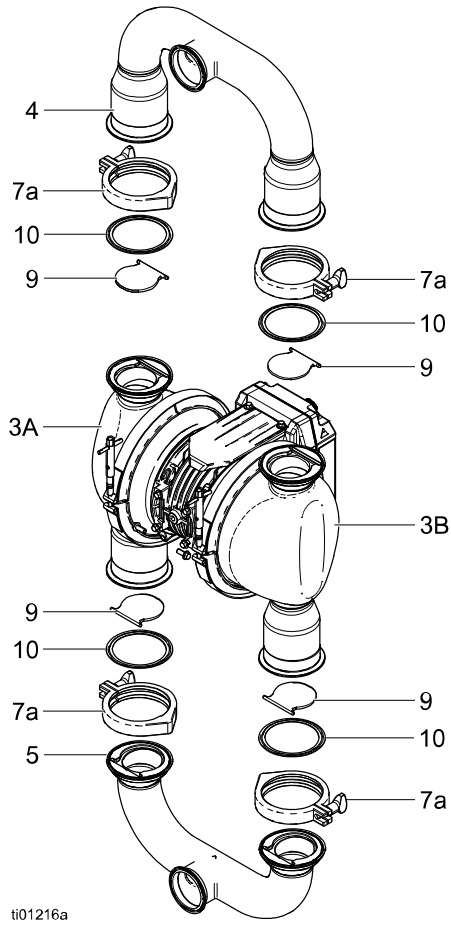

FIG. 17: Valvole di ritegno (pompa con valvola a farfalla verticale)
Vedere FIG. 17.
3. Togliere le fascette (7a) sul collettore di uscita e rimuovere il collettore (4), vedere FIG. 17, o rimuovere il gruppo collettore (4), vedere FIG. 18.